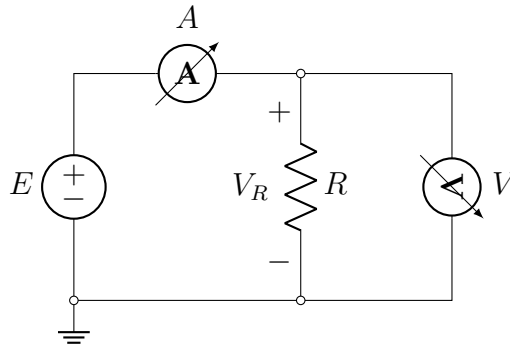

Figura 2: Circuito para el Experimento 3.2.1
- Realice el montaje del circuito mostrado en la figura 2.